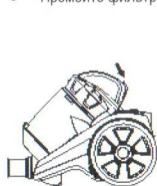

Рисунок 1
- Чтобы извлечь контейнер для сбора пыли и фильтр, нажмите на кнопку фиксации пылесборника, потяните за ручку и снимите его (рис.1).